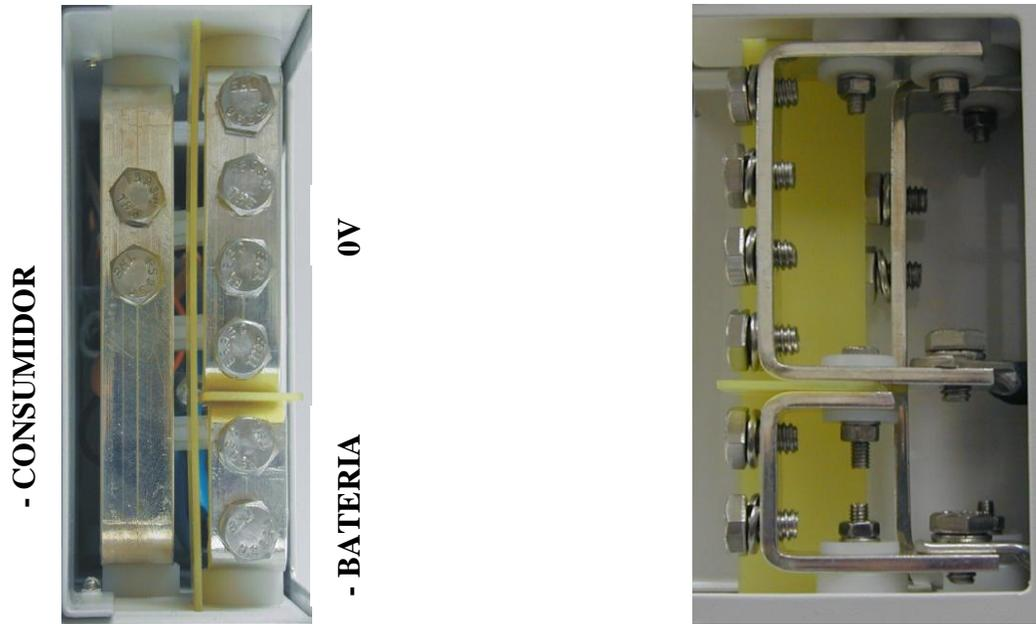

Figura 12 - Detalhe barras de conexão para baterias e consumidores.
3.2.2) Conexão bateria: Via barras de conexão (0V para o terminal positivo e –BT para o negativo). Os cabos devem usar terminais tipo olhal com diâmetro interno mínimo de 7mm e o aperto deve ser realizado através de chave canhão 11mm, cabeça sextavada (vide figura 12).
3.2.3) Conexão de consumidores: Via barras de conexão (0V para os terminais positivos e –CS para os negativos). Os cabos devem usar terminais tipo olhal com diâmetro interno mínimo de 7mm e o aperto deve ser realizado através de chave canhão 11mm, cabeça sextavada (vide detalhe na figura 12).